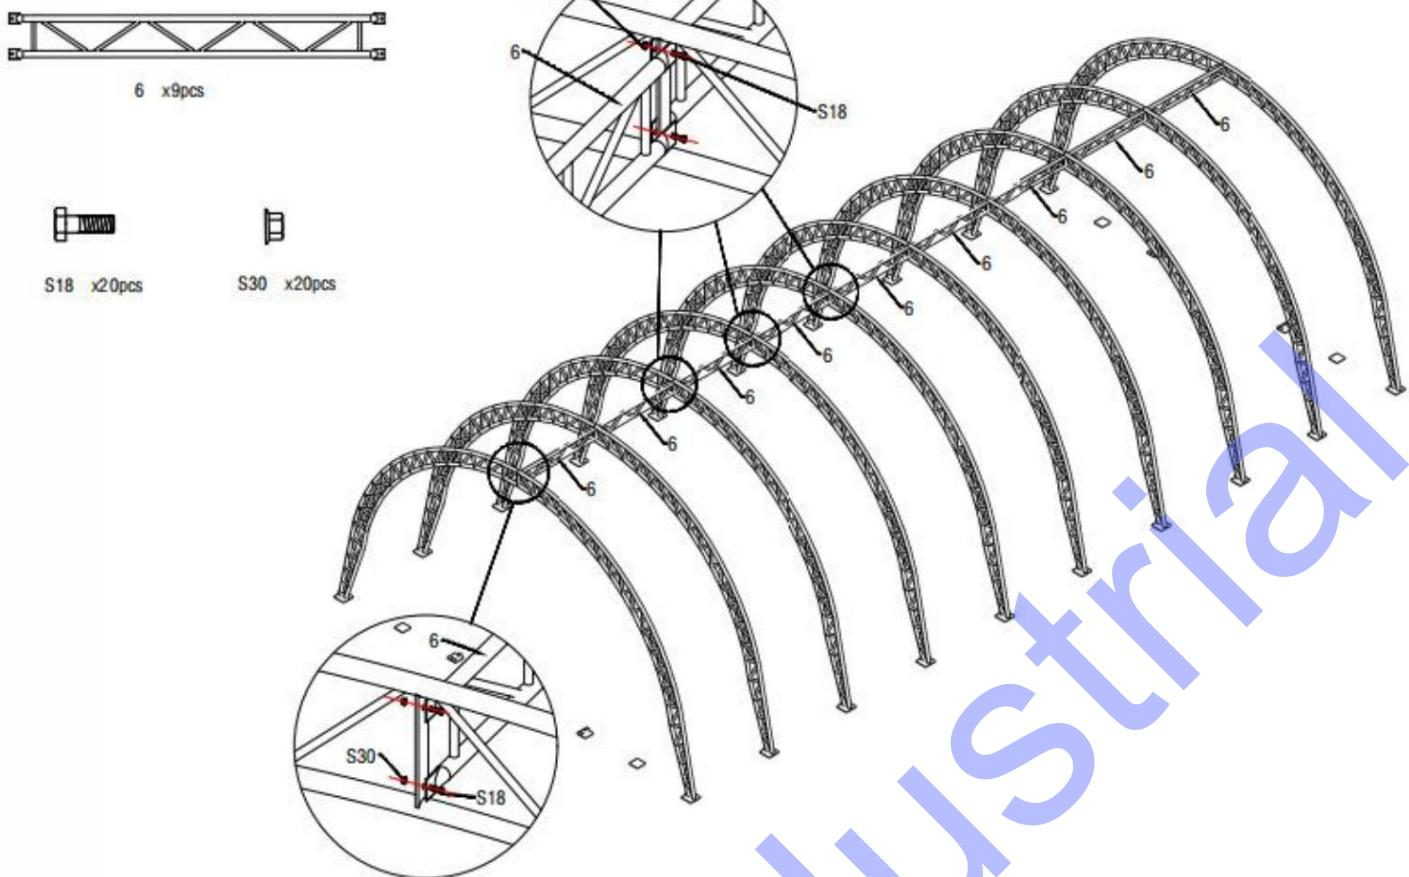

Figure 7
4. La figure 7 ci-dessus montre que lorsque vous avez terminé d'installer toutes les arches dans les plaques de base, utilisez un groupe de Pannes à double treillis (n° 6) à assembler avec des vis M10x30 (n° S18). Utiliser ensuite d'autres Les pannes (n° 7) relient les arches à l'aide de vis M10 x 30 (n° 18). Fixez ensuite toutes les autres pannes. Cadre extensible fini comme ci-dessous (Figure 7)